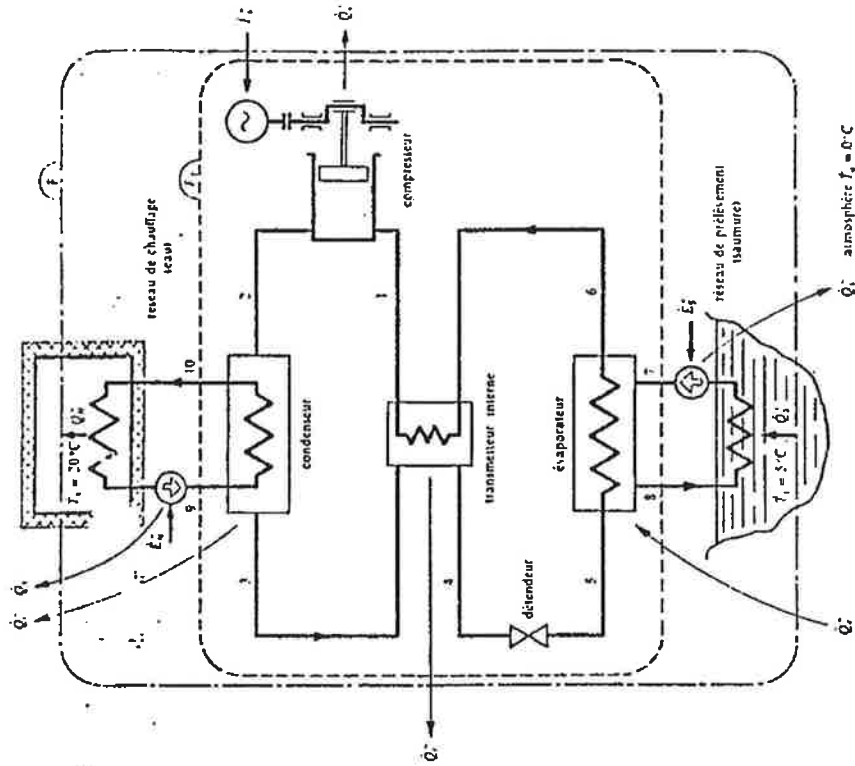

FIGURA 1: Esquema da Bomba de Calor.
1. A figura 1 mostra o esquema de uma bomba de calor a compressão mecânica de vapor com capacidade de aquecimento de 9,069 kW, destinada a aquecer um dado local e utilizando como refrigerante o R-502 (mistura azeotrópica de CHClF_2 e CClF_2CF_3). As figuras 2a e 2b representam o ciclo termodinâmico nos diagramas T-s e ln p-h. Desenvolva a análise exérgica deste equipamento considerando: